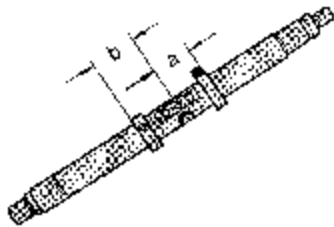
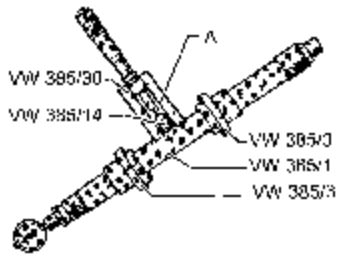

图 9-139 测量芯棒 VW385/1
图 9-140 测量芯棒的安装
(1) 将求出总厚度（举例中为 1.60mm）的垫片放于变速器后盖中的圆锥滚柱轴承外圈后面（S4 侧）。
(2) 重新装上变速器盖。
(3) 把螺栓 M10×20 置于从动轴端部上，将从动轴旋转 8 圈，以使圆锥滚柱轴承下沉。松开螺栓。
(4) 把测量芯棒 VW 385/1（图 9-139）的调节环调整到尺寸 a=35mm；尺寸 b=75mm。通用测量芯棒须按图 9-140 所示进行配套，同时必须按表 9-6 选出千分表接杆。